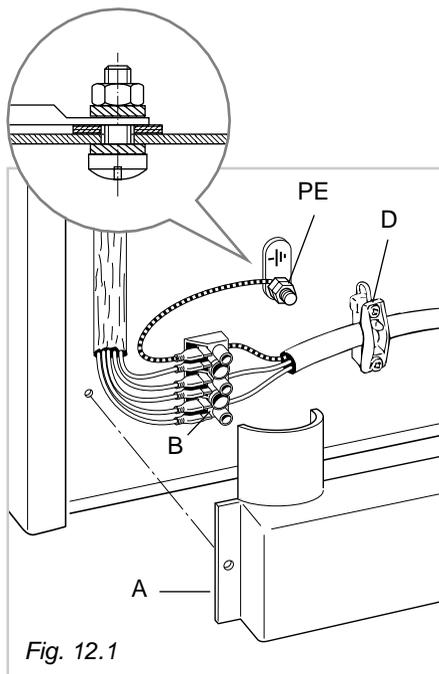

Fig. 12.1
- Svitare le viti di fissaggio della protezione **A** dietro la cucina (Fig. 12.1 - 12.2).
- Collegare i cavi alla morsetteria **"B"** secondo lo schema delle figure 12.3 e 12.4; o i cavi di fase alla morsetteria **"B"** ed il cavo di terra al morsetto **PE** (fig. 12.1/2).